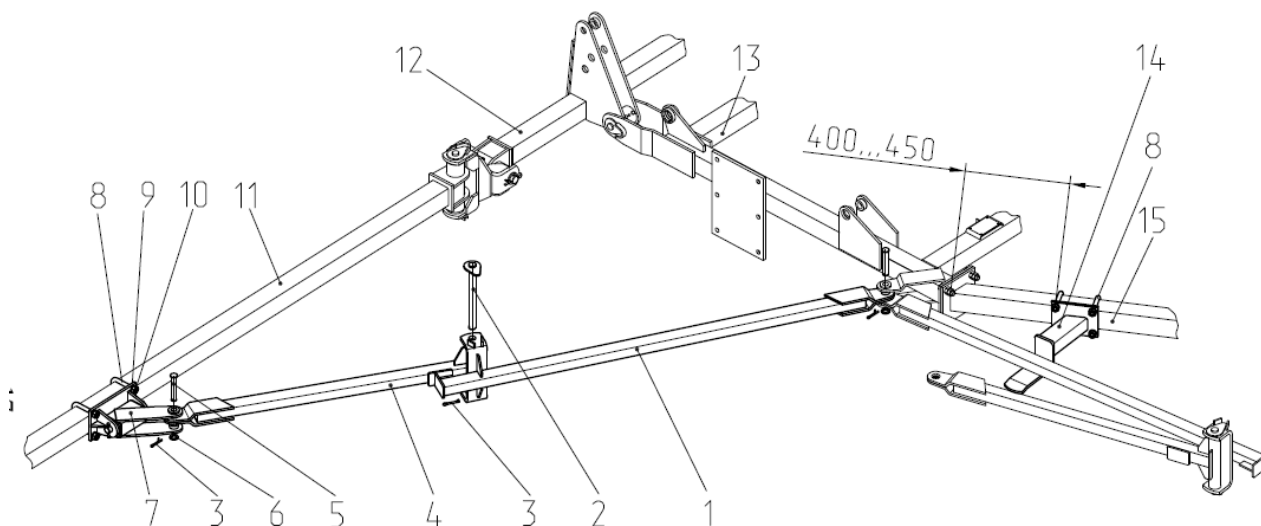

Рис.11 Растяжка СГ12 01.030 (СГ12 01.030-01) с шарниром (правая).
2.1.8 Растяжки СГ12 01.130 и СГ12 01.130-01 совместно с шарнирами 7 (рис.11) предназначены для фиксации и удерживания балок в рабочем положении, выставленных в одну линию с центральной балкой. Наличие шарниров 7 дает возможность, поворачивая все балки гидроцилиндрами, выглублять рабочие органы, а также производить перевод бороны в транспортное положение.
6.12 Освободить собранную конструкцию от подставок, установив ее на колеса, стояночную опору и подставку под дышло или прицепную серьгу, обеспечивая высоту до прицепной серьги в 350 мм. Вывести боковые балки в одну линию с центральной балкой. Приступить к установке растяжек 4 и 12 (рис.1) согласно Рис.11. Для этого собрать растяжку штангой 4 с шарниром 7 (рис.11) осью 5 с шайбой 6 и шплинтом 3.
Установить на раскосе дышла 15 опору 14 (рис.11) с помощью скоб 8 гаек 10 с шайбами 9. Опора устанавливается смещением вниз.
На Рис.11 изображена правая сторона бороны по ходу агрегата. Для левой стороны все операции повторить.